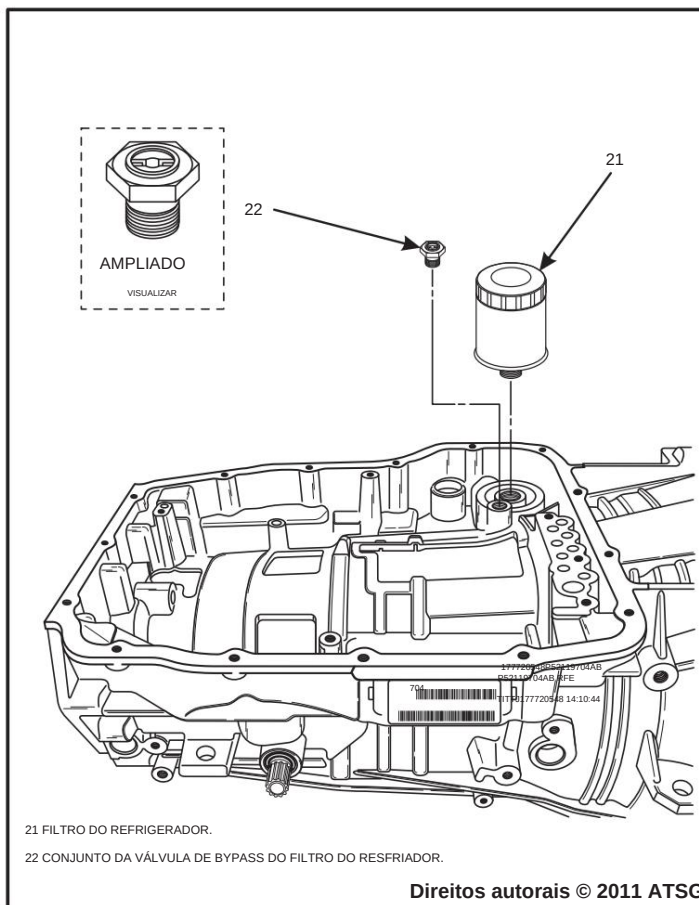

Figura 158
37. Instale a válvula de desvio do filtro do refrigerador no caixa de transmissão, conforme mostrado na Figura 158, e torque de 11,3 N·m (100 pol.lb.).
38. Instale o filtro do refrigerador na caixa de transmissão e use a chave de filtro para apertar (consulte a Figura 158). A especificação oficial de torque é 9,5 N·m (84 pol.lb.).